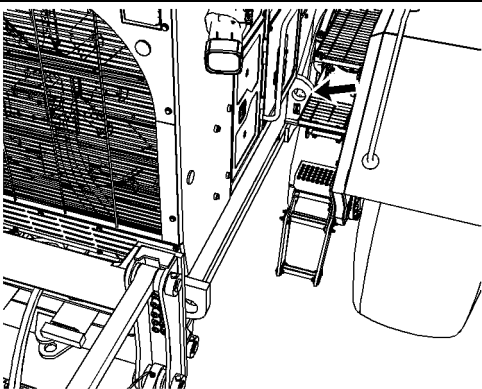

Ilustración 99
4. Conecte dos cables de levantamiento a la parte trasera de la máquina. Hay un cáncamo de levantamiento en cada lado de la parte trasera de la máquina. Una etiqueta que muestra un gancho identifica los cáncamos de levantamiento. Vea la ilustración 99.